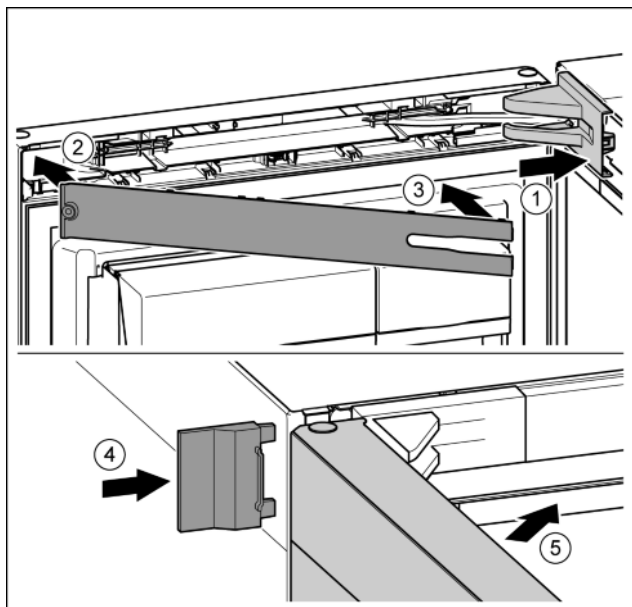

Fig. 23
- ▶ Крышку опорного кронштейна установить и зафиксировать, при необходимости, осторожно разжать. Fig. 23 (1)
- ▶ Установить накладку. Fig. 23 (2)
- ▶ Наклонить и защелкнуть накладку. Fig. 23 (3)
- ▶ Надвинуть внешнюю крышку. Fig. 23 (4)
- ▶ Закрыть верхнюю дверь. Fig. 23 (5)